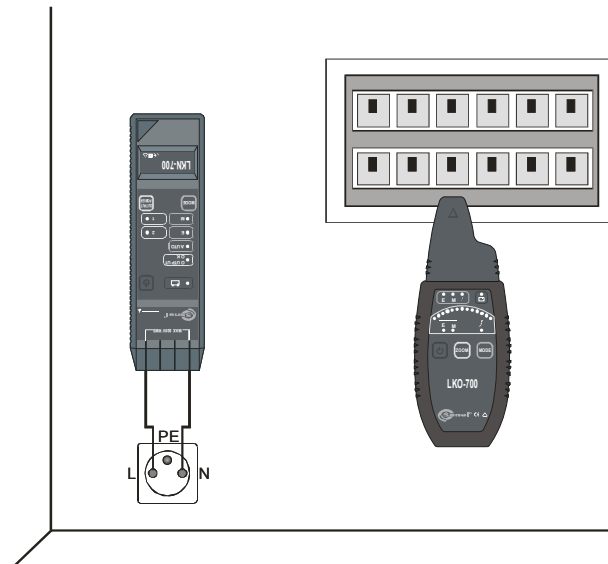

Рис.10 Идентификация предохранителей в щите
- Перемещая головку приемника от предохранителя к предохранителю и пользуясь клавишей **16**  (пункт 7.1) локализовать нужный предохранитель на основании максимума принимаемого сигнала (Рис.10) .